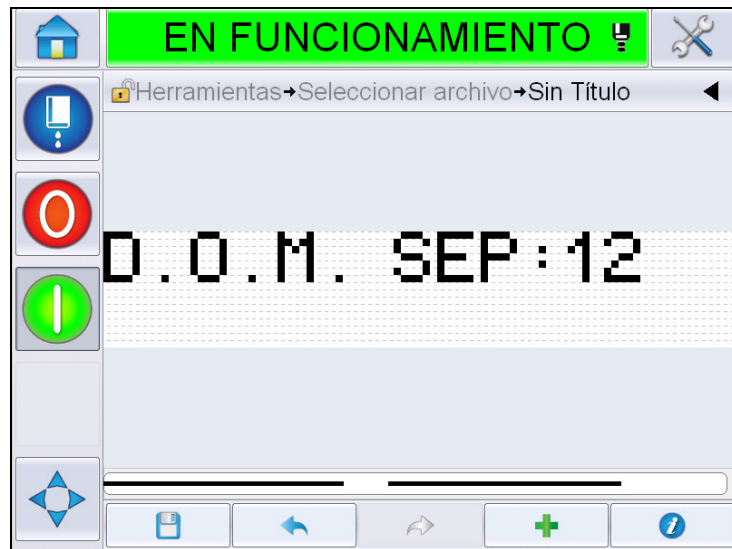

Figura 5-29: Página de mensajes
El mensaje con el formato seleccionado se muestra en la página de *mensajes* (Figura 5-29). Continúe con el paso 18 en la página 5-44 para guardar el mensaje o pase al próximo paso para agregar otro campo.
- 12** El mensaje con el formato seleccionado se muestra en la página de *mensajes* (Figura 5-29). Continúe con el paso 18 en la página 5-44 para guardar el mensaje o pase al próximo paso para agregar otro campo.